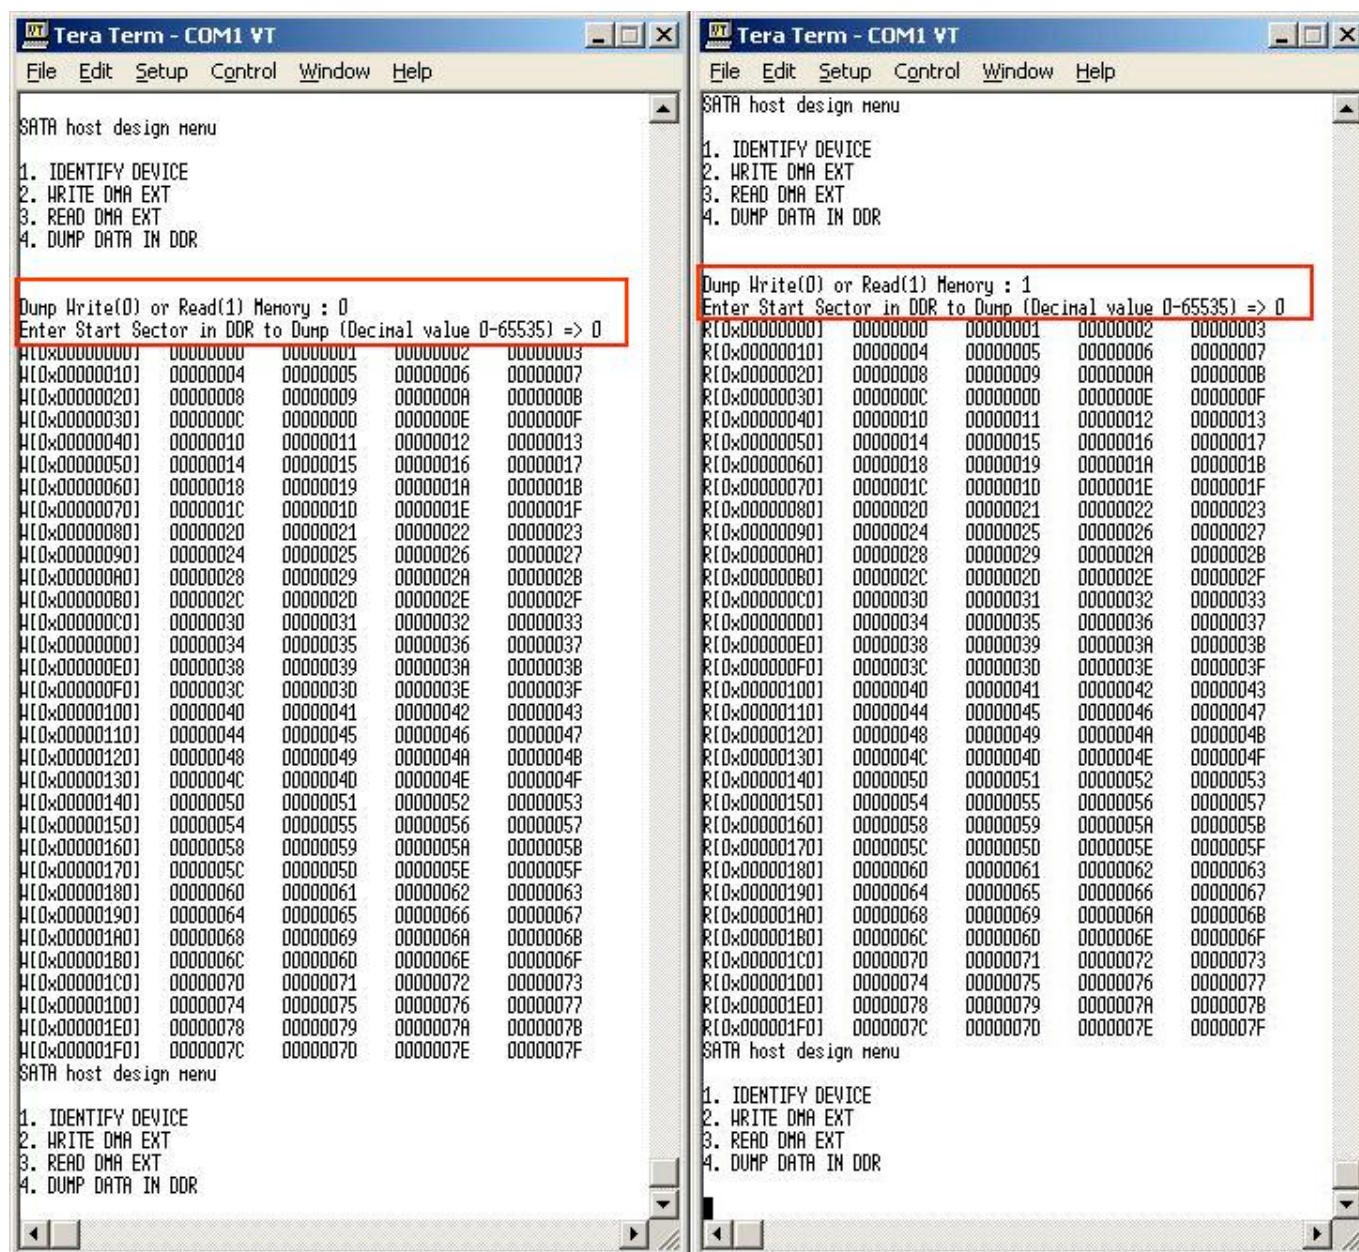

図 9: Dump Data in DDR メニュー
- '4'をキーの入力後に図 9 のメニューが表示されるため、以下を入力してください。
- (1) Dump Write(0) or Read(1) Memory でライトデータとリードデータのどちらかを'0'か'1'で選択します。Write の場合は前回の WRITE DMA EXT コマンドで書き込みパターンがセットされたライトデータが、Read の場合は前回の READ DMA EXT で読み出されたリードデータが選択されます。
- (2) Enter Start Sector in DDR to Dump で表示するセクタ位置を 0~65535 の範囲で入力します。前回のライトやリードで実行したセクタ数-1 以上のセクタ位置を指定すると無効なデータが表示されてしまうため注意してください。